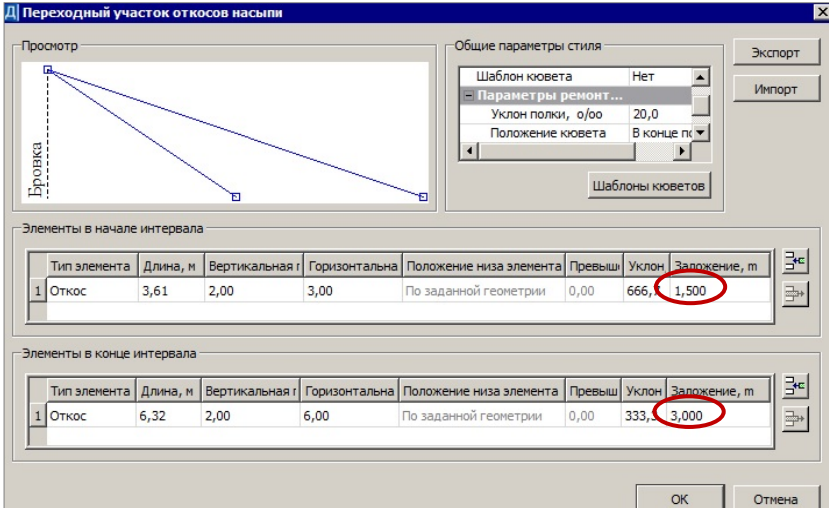

Рис. 17.5
- в поле строки **Параметры стиля** открыть диалог **Переходный участок откосов насыпи/ выемки** и задать конструкцию откосов в начале и в конце этого участка (рис. 17.5).
Например, для откосов насыпи заложение откосов в начале интервала **1,5**, а в конце **3,0** (рис. 17.5).
Сохранить отредактированные стили в качестве разделяемых ресурсов можно при помощи кнопки **Экспорт** (рис. 17.5).